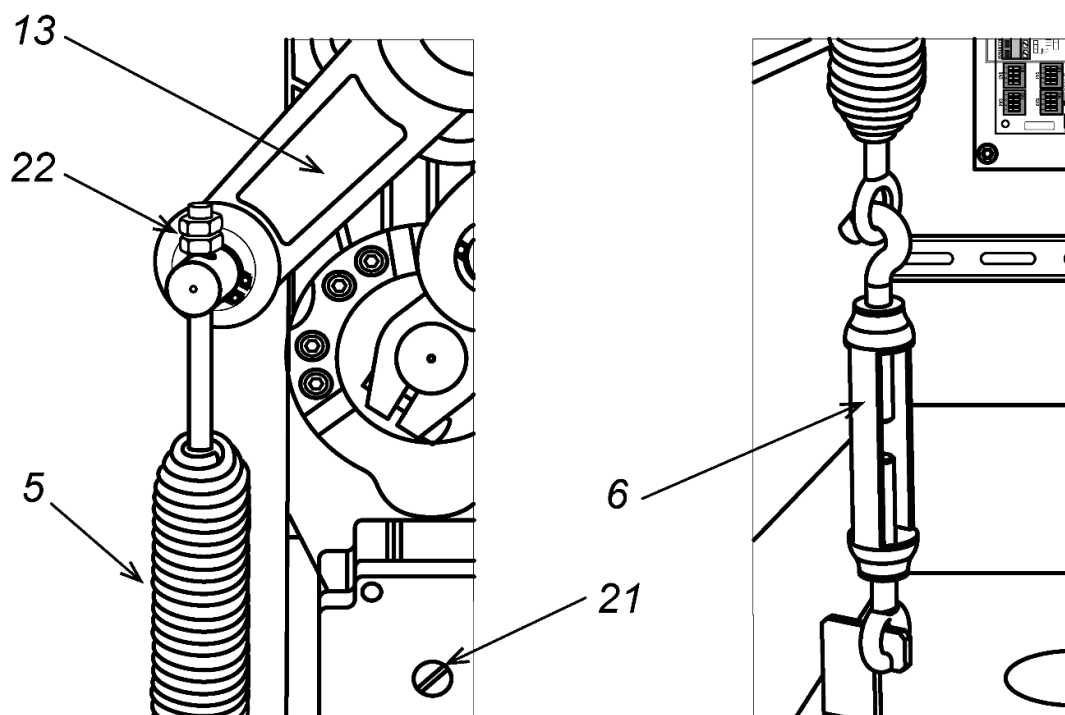

Рисунок 12. Установка балансировочной пружины
Переведите кронштейн крепления стрелы в горизонтальное положение, для чего вращайте винт (ручку) разблокировки привода (21) по часовой стрелке до упора (см. рис. 12).
1. Снимите дверцу (2), открыв замок ключом.
2. На приводе стрелы переведите рычаг (13) в нижнее положение (см. рис. 12).
5. Также регулировать натяжение пружины можно при помощи гаек (22) на верхней шпильке пружины (см. рис. 12), при этом над гайками должно быть не менее 3-5 витков резьбы.